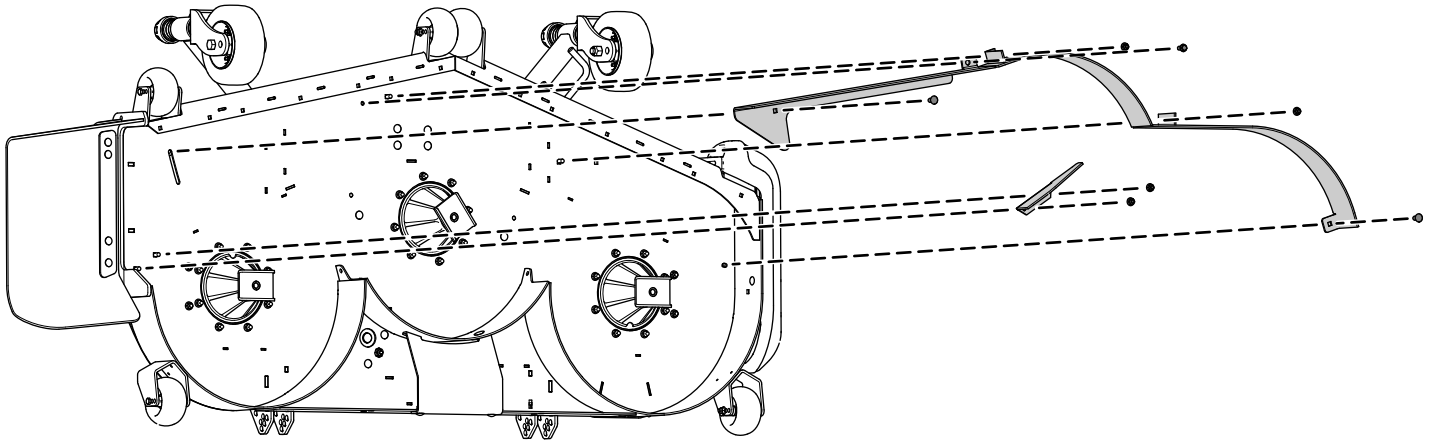

Figura 2
1. Rimuovete i 2 dadi flangiati che trattengono i deflettori in sede (Figura 2).
2. Rimuovete i 2 bulloni e i 2 dadi dal deflettore di flusso regolabile (Figura 2).
3. Rimuovete i 3 bulloni e i 3 dadi che trattengono i deflettori in sede (Figura 2).